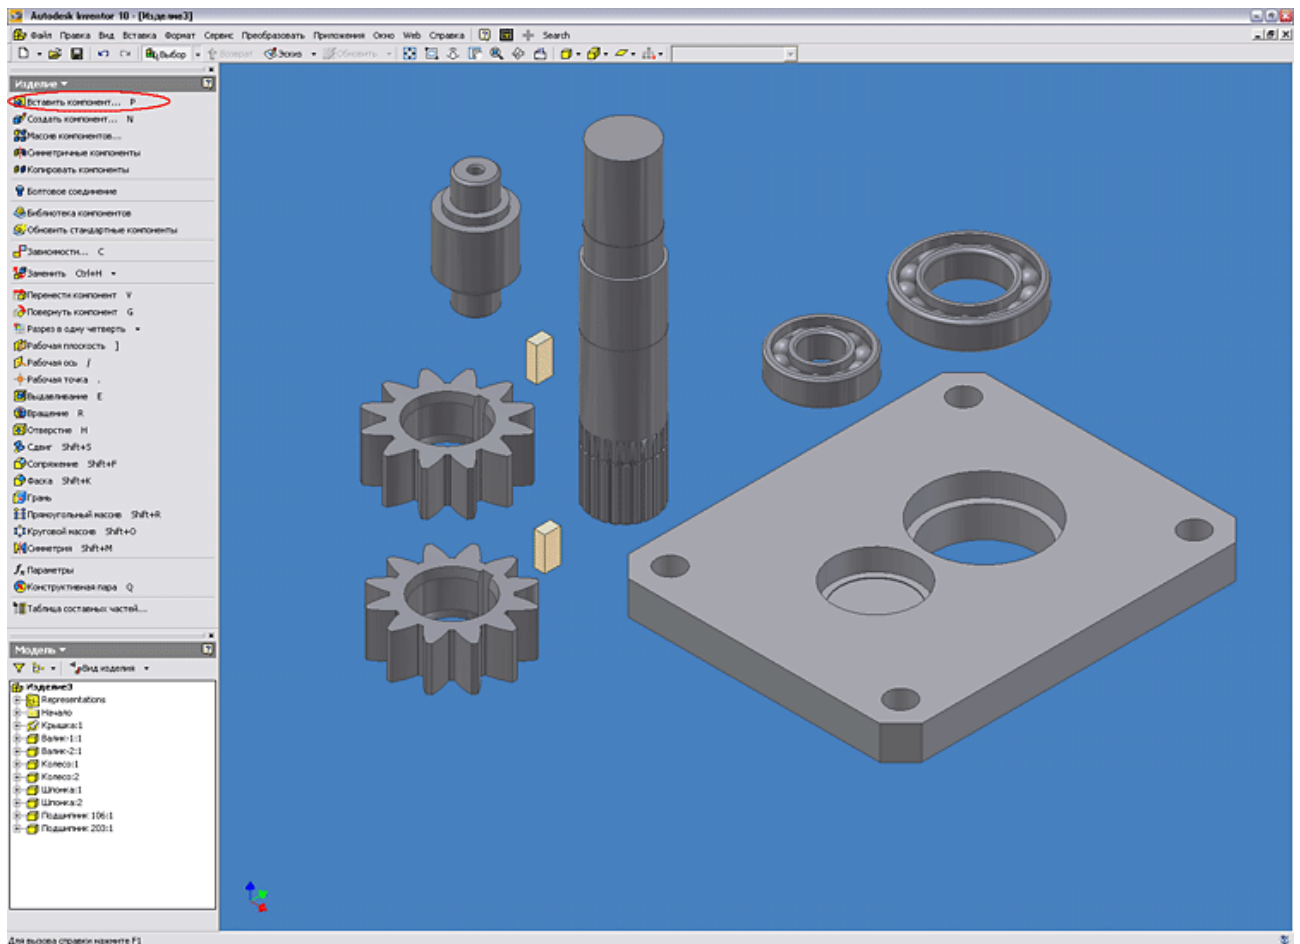

Рис. 4
4. Аналогично вставляются и другие компоненты сборки. Дополнительные (уже не базовые) компоненты можно размещать в изделии, щелкая мышью в графическом окне. Курсор расположен в центре масс компонента (см. Рисунок 4).